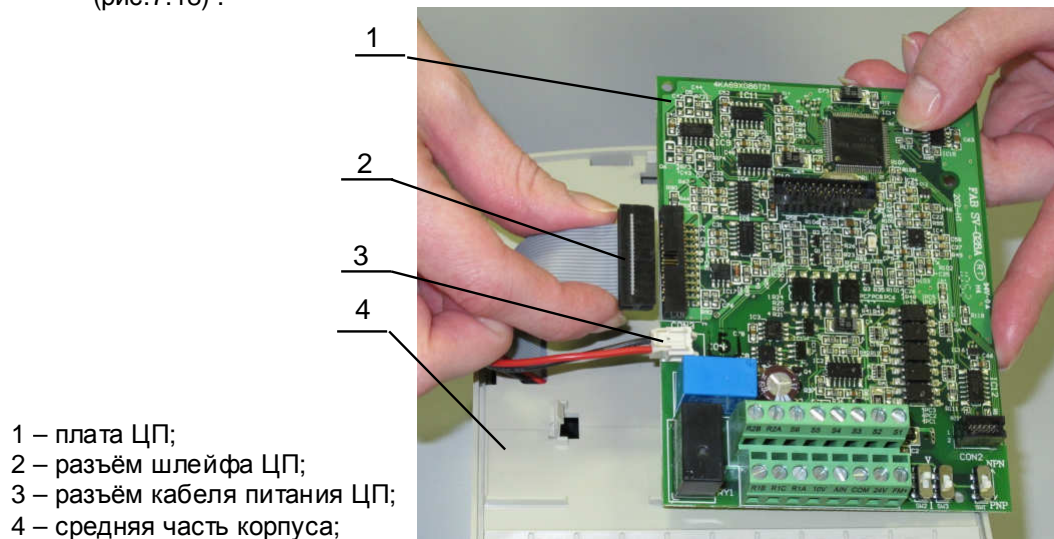

Рис.7.18.
7.9.1. Присоединить к плате ЦП разъем кабеля питания ЦП и разъем шлейфа ЦП (рис.7.18) .